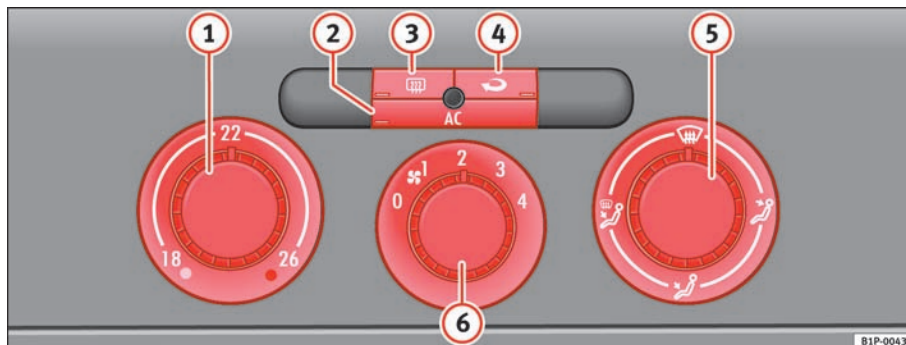

Fig. 106 I instrumentpanelet: betjeningselementer til Climatic
- Du kan indstille temperaturen, luftfordelingen og blæsertrinet med kontakterne ⇒ fig. 106 (1), (5) og (6).
- Tryk på knappen (2), (3) eller (4) for at aktivere eller deaktivere den pågældende funktion. Når funktionen er deaktiveret, er der lys nederst til venstre på knappen.
- (1) Drejekontakt til regulering af temperaturen ⇒ side 137.
- (2) Knap – tilslutning og afbrydelse af køleanlæg ⇒ side 137.
- (3) Knap – elbagrude. Når elbagruden har været tilsluttet i ca. 20 minutter, bliver den automatisk afbrudt. Du kan afbryde elbagruden før tid ved at trykke på knappen.
- (4) Knap – recirkulationsfunktion ⇒ side 138.
- (5) Drejekontakt til luftfordeling ⇒ side 137.
- (6) Blæserkontakt. Lufttilførslen kan reguleres i fire trin. Blæseren bør altid køre i lavt trin, når bilen kører langsomt.
- Tilslut airconditionanlægget ved at trykke på knappen ⇒ side 136, fig. 106 .